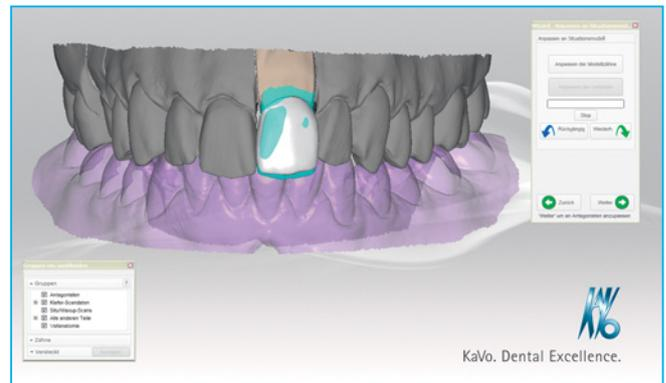

Abb. 8: Korrektur am Bibliothekszahn
14.30 Uhr: Der Schritt-für-Schritt-Assistent bietet an, den Bibliothekszahn (weiß) der Situation (türkis) anzupassen. Der Prozessschritt im Kasten (rechts) lautet „Anpassen der Modellzähne“. Die Software berechnet die Korrektur (Abb. 8).